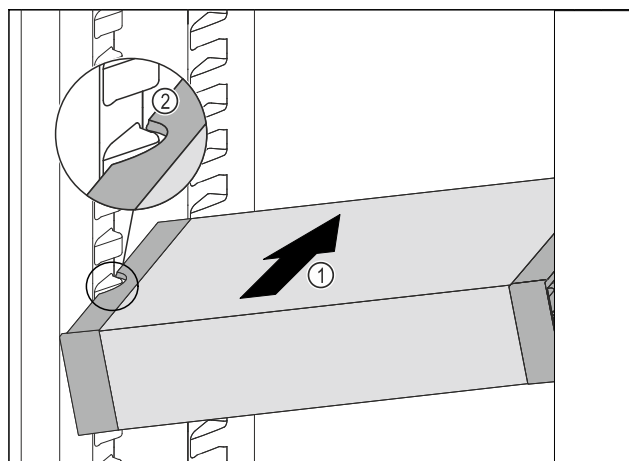

Fig. 95
- Вкарайте VarioSafe под ъгъл в хладилната част Fig. 95 (1), докато страничните прорези Fig. 95 (2) на VarioSafe се намират на височината на реброто на съда в хладилната част.